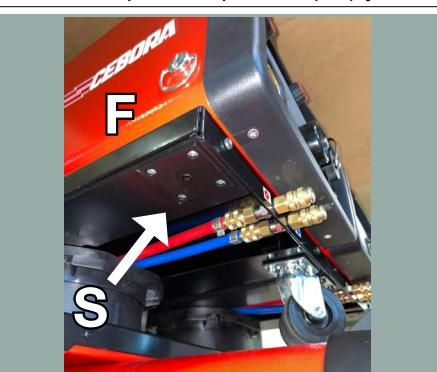
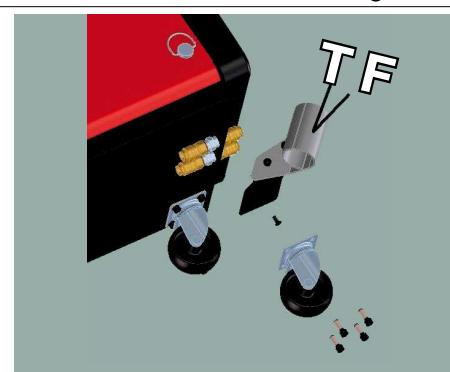

Fig. 23
Fig. 24
Nel carrello traina filo (F) smontare la ruota anteriore sinistra e sostituire la piastra di 2mm (S) indicata in fig.23 con il porta torcia sinistro (TF) e rimontarlo con la ruota come da fig 24.
In the wire feed unit (F), remove the wheel of the left panel and replace the 2 mm plate (S) indicated in fig.23 with the left support (TF) and assemble it with the wheel as in fig.24.
En el carro arrastrahilo (F), retire la rueda delantera izquierda y reemplace la placa de 2 mm (S) indicada en la fig.23 con el soporte del soplete izquierdo (TF) y volver a montarlo con la rueda como se muestra en la fig.24.